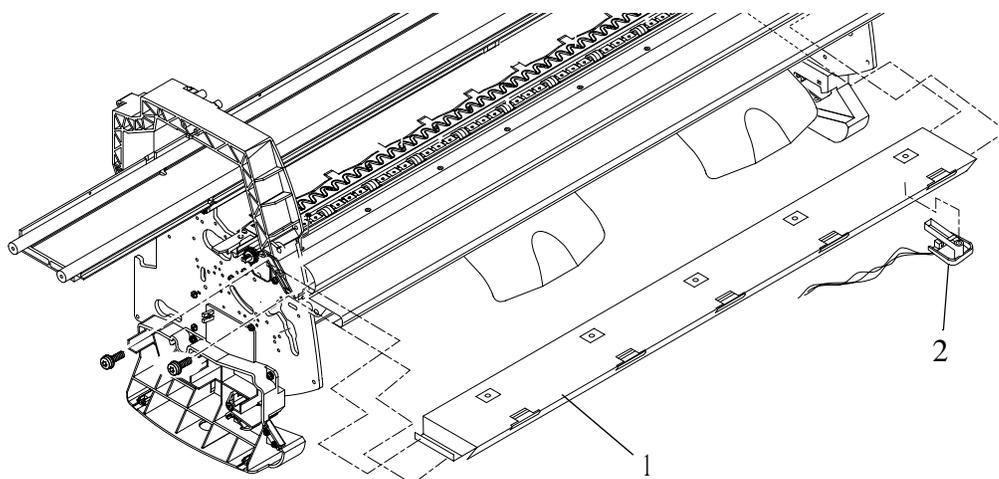

Figura 25: "Media Sensor"
2. Quite con cuidado el "media sensor" (item 2) de la parte inferior del "centre guide" (item 1) (consulte la Figura 25).